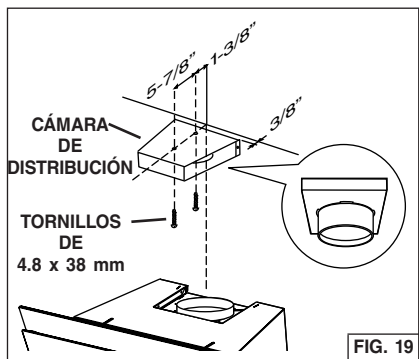
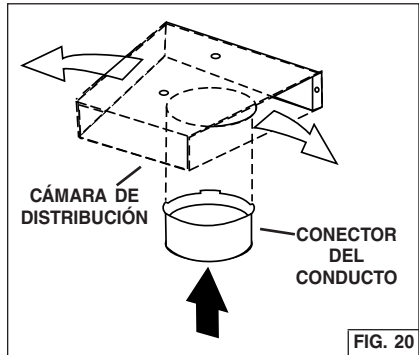

FIG. 19
FIG. 20
12. Centre la cámara de distribución sobre la campana. Fig. 19.
13. Ajuste la cámara de distribución al techo a través de la utilización de (2) anclajes para pared de yeso y (2) tornillos de 4.8 x 38 mm como se muestra.
14. Presione el conector del conducto en la cámara de distribución hasta que encaje en el lugar. Fig. 20.